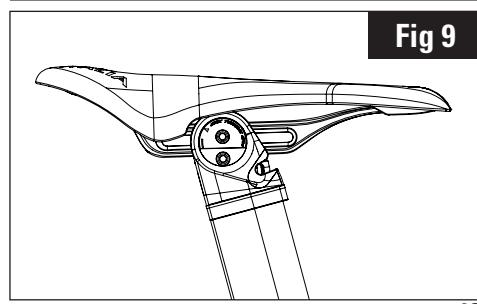

Fig 9
5. Ajuste su sillín. Bloquee primero el retroceso del sillín con el tornillo superior, y luego el ángulo con el tornillo inferior. Apriete los tornillos al par indicado de 8 Nm. (Fig. 9)